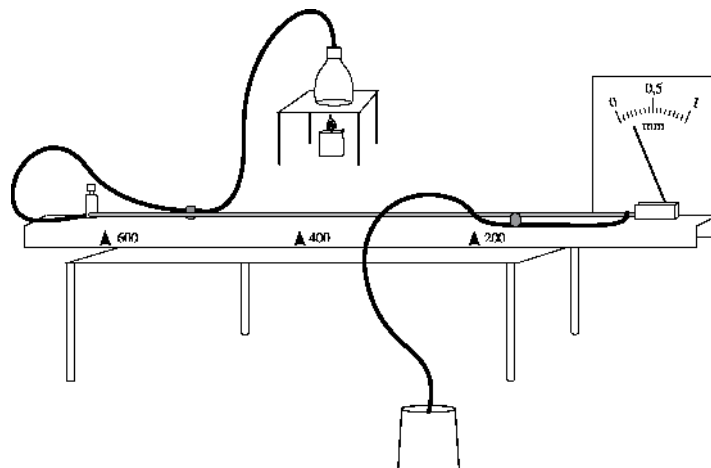

Figura 1
- Collegare i tubi come in figura 1 e collocare un recipiente di raccolta sotto il tubo.